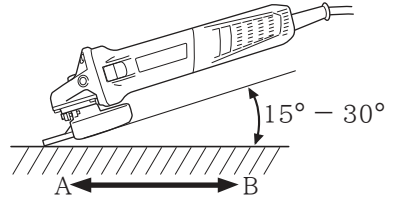

图 4
切勿将砂轮的全表面施加于要研磨的材料上。如图 4 所示，机器应保持  $15^\circ - 30^\circ$ ，使砂轮的外缘以最佳角度与工件相接触。
4. 用新砂轮首次进行研磨时，应将角向磨光机由对面横过工件往操作人员这边拉，以免挖入工件（图 4 的 B 方向）。等砂轮的前缘适当磨损后，就可往任何方向进行研磨。